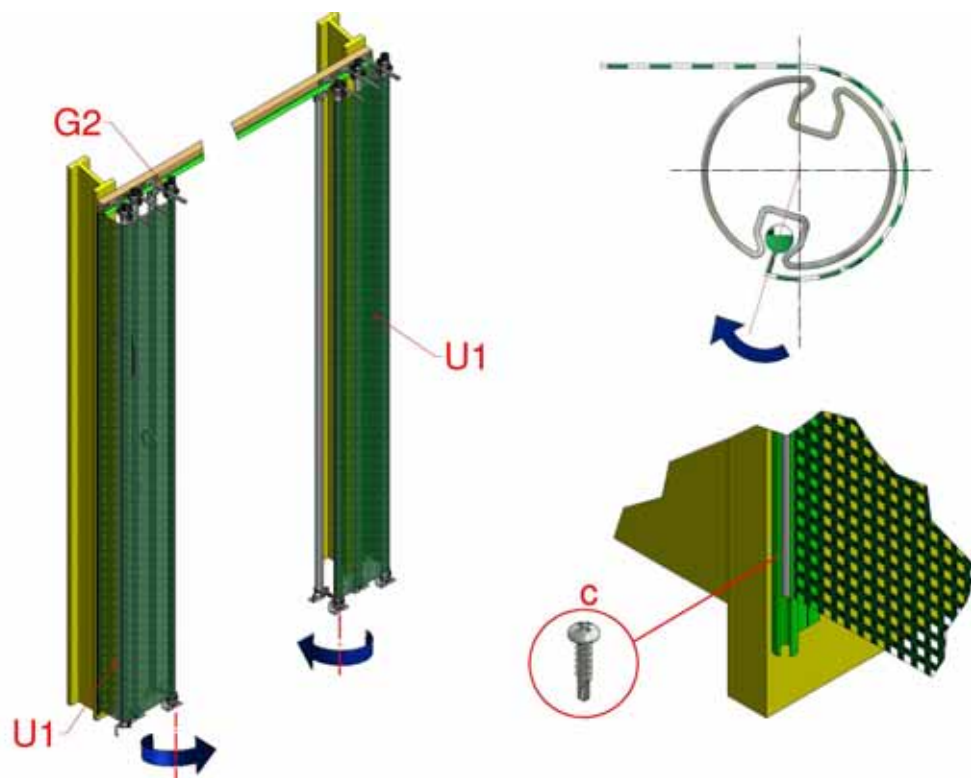

Abbildung 25: Endabdeckungen
- 4.16 Nach Abschluss der Einstellungen am Elektromotor, einschließlich der Endschalter, müssen die äußeren Endabdeckungen (U1) montiert werden, siehe Abbildung 25. Montieren Sie die vorher zugeschnittenen, zusätzlichen Führungsrohre (Abschnitt 4.7) mit den Kreuzklemmen (G2).